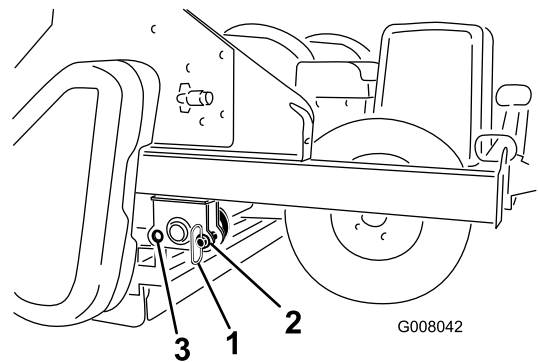

Figure 23
1. Sortez les goupilles de remisage des trous arrière (Figure 23).
2. Abaissez lentement le ProCore jusqu'à ce qu'il repose sur le rouleau arrière et les pneus. Insérez les goupilles de remisage dans trous avant (Figure 23).